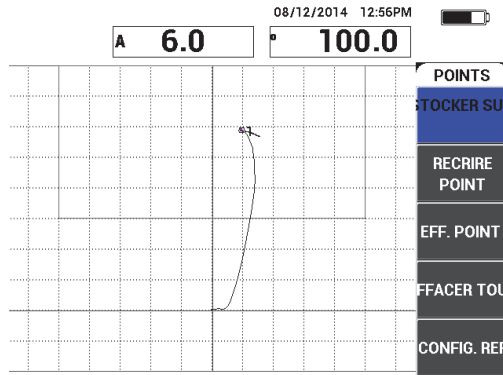

Figure 6-48 Premier point enregistré
6. Appuyez sur **STOCKER SUIVANT** (touche A) pour enregistrer le premier point (voir la Figure 6-48 à la page 171).